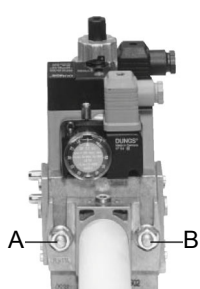

Рис. 6
3. Затянуть винты A, B, C и D (Рис. 6 - Рис. 7), соблюдая дистанции монтажа (Рис. 8);